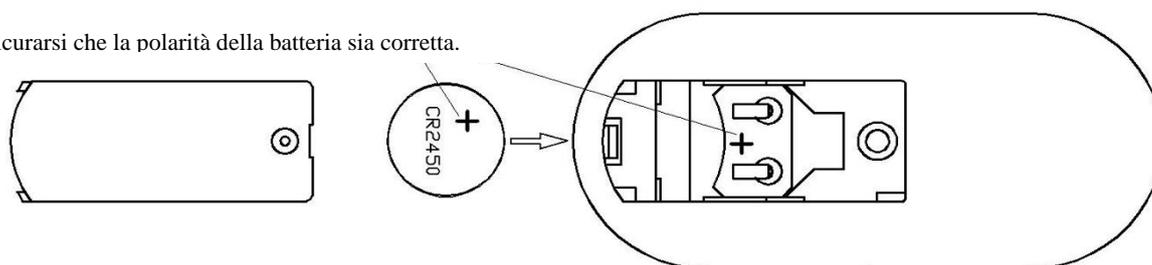

Fig. 6
Installare una batteria CR2450 da 3 V nel telecomando. Assicurarsi che la polarità della batteria sia corretta (Fig. 6).
- Inserire la batteria nel telecomando. Assicurarsi che la polarità della batteria sia corretta (Fig.6).